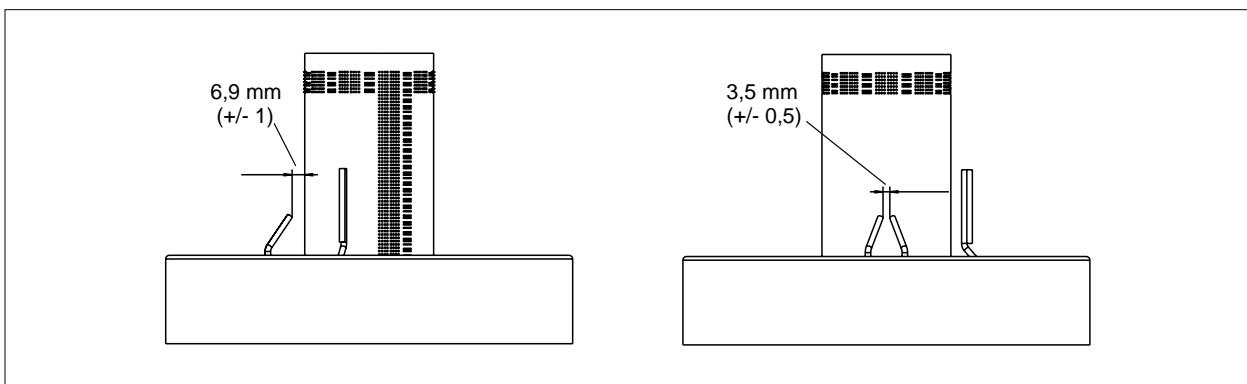

Рис. 6.5 Расстояния от запального электрода
- Проверить расстояния согласно Рис. 6.5.